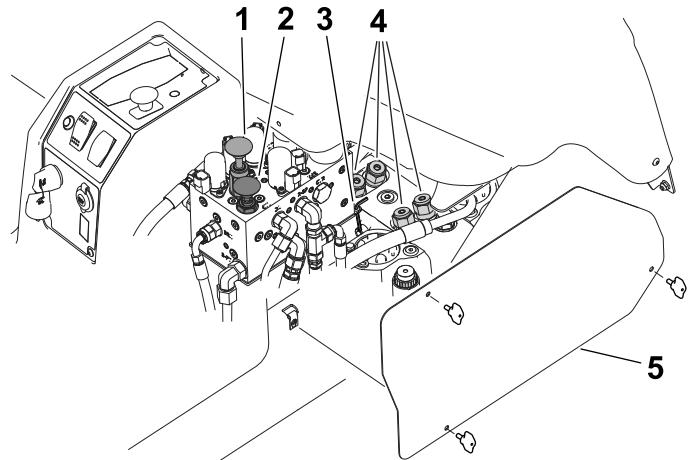

Figure 63
2. Déposez le panneau d'accès sur le côté droit de la console de commande (Figure 63).